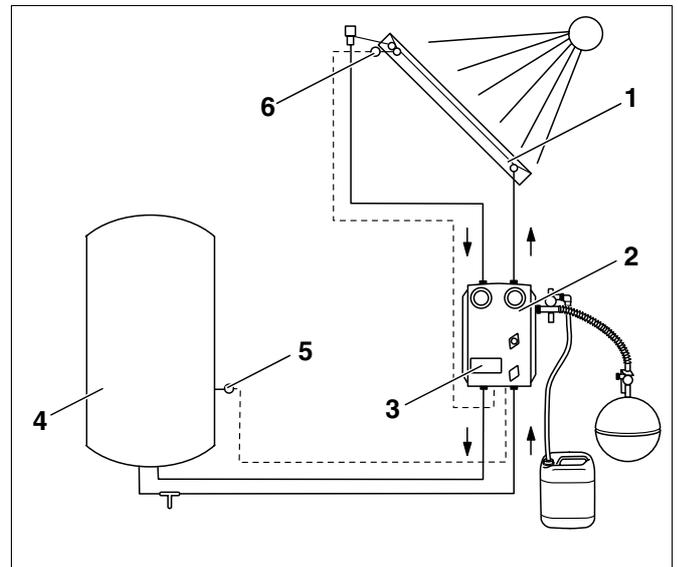

Fig. 1 Architettura di un impianto solare
- Zona collettori (fig. 1, **pos. 1**).
- Set idraulico completo (fig. 1, **pos. 2**)
- Accumulatore solare (fig. 1, **pos. 4**)
Non appena viene superata la differenza di temperatura impostata tra collettori (fig. 1, **pos. 6**) ed accumulatore solare (fig. 1, **pos. 5** – in basso) entra in funzione la pompa di circolazione.
La pompa di circolazione trasporta il liquido termovettore presente nel circuito dai collettori all'impianto utilizzatore (fig. 1, **pos. 1**) che è generalmente rappresentato da un accumulatore solare (fig. 1, **pos. 4**). L'accumulatore solare è dotato di uno scambiatore di calore che trasmette il calore assorbito dal liquido termovettore all'acqua sanitaria o all'acqua per il riscaldamento.